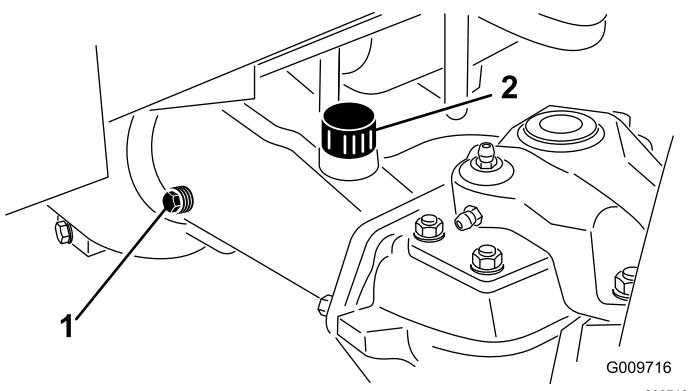

Bild 84
2. Entfernen Sie eine Prüfschraube aus einem Ende der Achse und stellen sicher, dass das Öl die Unterseite des Lochs erreicht (Bild 84).